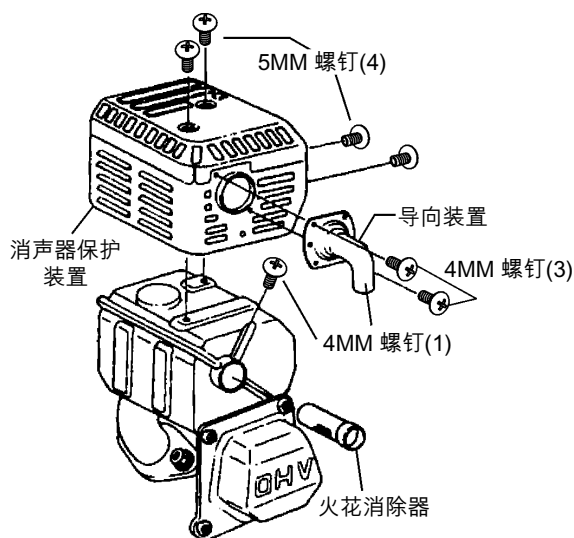

图45. 火花消除器拆除
1. 拆除排气偏导装置上的4mm螺钉（3），然后更换导向装置。见图45